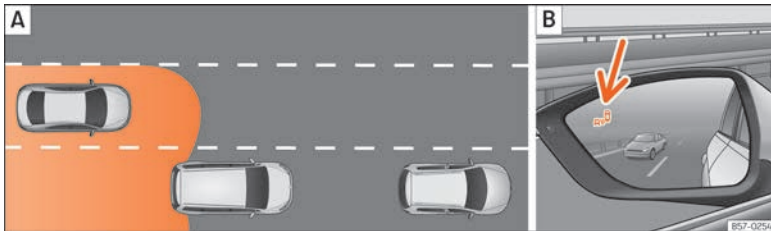

Abb. 165 Schematische Darstellung: **[A]** Überholvorgang mit Verkehr im hinteren Bereich. **[B]** Anzeige des Blind-Spot-Assistenten im Außenspiegel links.
In nachfolgenden Situation wird die Anzeige im Außenspiegel »» **Abb. 165 [B]** (Pfeil) oder »» **Abb. 166 [B]** (Pfeil) dargestellt:
- Bei einer Überholung durch ein anderes Fahrzeug »» **Abb. 165 [A]**.